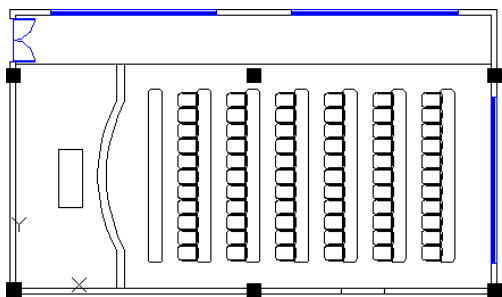

图 17.12.40 阵列座椅
Step10. 阵列座椅。选择下拉菜单 **修改(M)** → **阵列** → **矩形阵列** 命令，选取 Step9 插入的座椅为阵列对象，按 Enter 键结束选取，系统弹出“阵列创建”选项卡，在 **列** 区域的 **列数** 文本框中输入值 6，在 **介于** 文本框中输入值 1700，在 **行** 区域的 **列数** 文本框中输入值 11，在 **介于** 文本框中输入值 -532，单击 **确定** 按钮，完成阵列的创建，如图 17.12.40 所示。